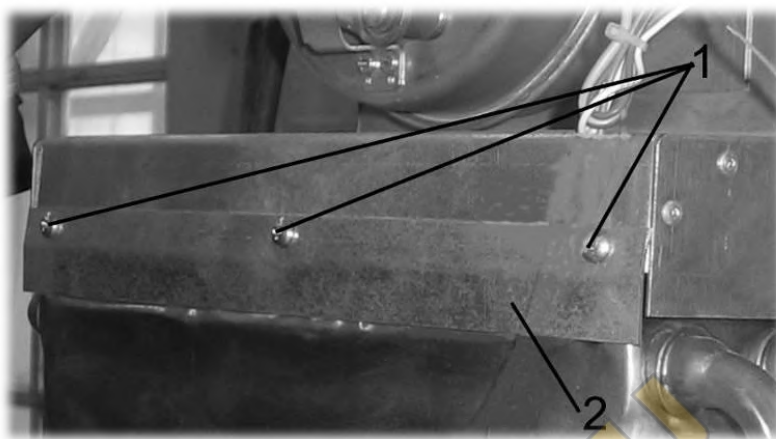

Рис. 22. Демонтаж теплообменника
- 7) отвернуть три самореза 1 (два для котла «NEVALUX-8624») (см. Рис. 22) крепления планки 2 газоотводящего устройства и снять планку;